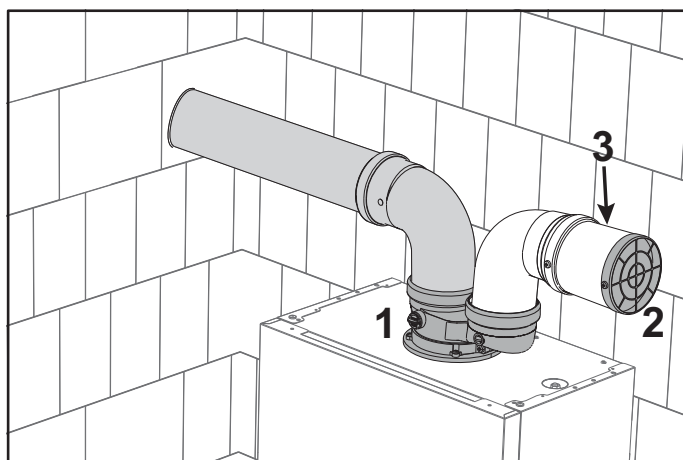

fig. 48- Rejilla de protección
Instale el accesorio inicial (1fig. 48 - cód. **041082X0**). En el conducto de entrada se tiene que montar la rejilla de protección (2 - fig. 48 - cód. **1KWMA85A**). Si es necesario, monte un manguito (3) entre la rejilla y el accesorio.